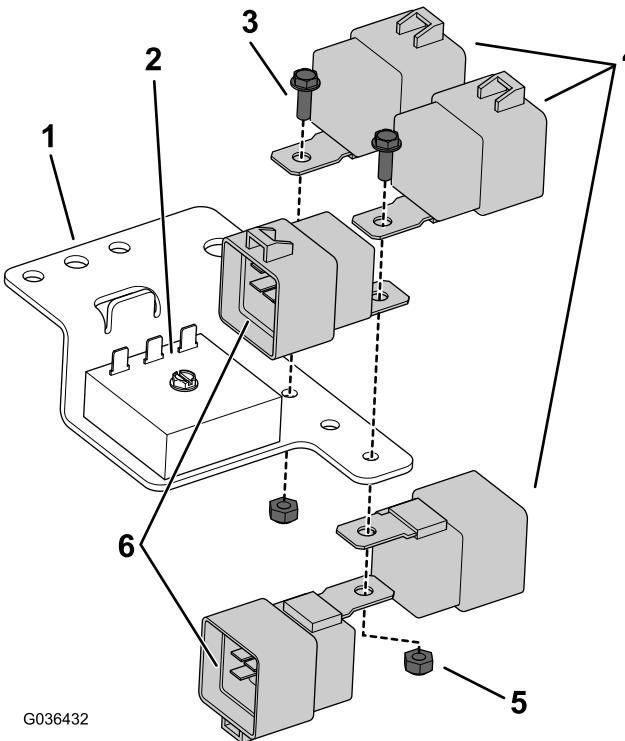

Bild 26
1. Befestigen Sie die fünf Relais mit zwei Schrauben (10"-24 x 0,56") und zwei Sicherungsmuttern an der Relaishalterung (Bild 26).
- D. Stecken Sie die drei Anschlüsse des Mähwerk-Kabelbaums und die zwei Anschlüsse des Kabelbaums der Hubverzögerung in die fünf Relais, die Sie vorher an der Relaishalterung befestigt haben. Bild 26 zeigt die richtige Ausrichtung.